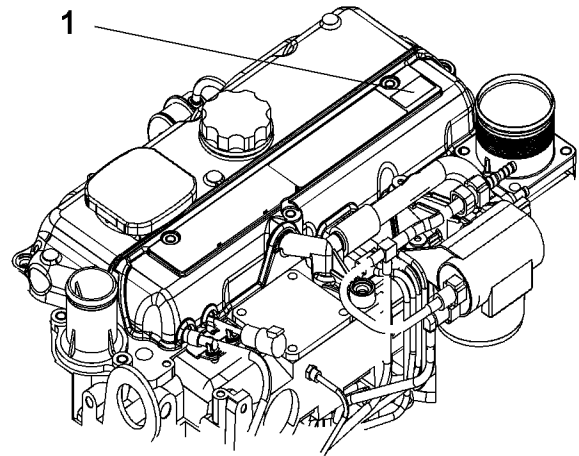

Abbildung 2
Das allgemeine Warnschild (1) befindet sich am Ventiltriebdeckel. Siehe Abbildung 2 .
Das Äther-Warnschild (2) befindet sich auf dem Deckel des Ansaugkrümmers. Siehe Abbildung 2 .